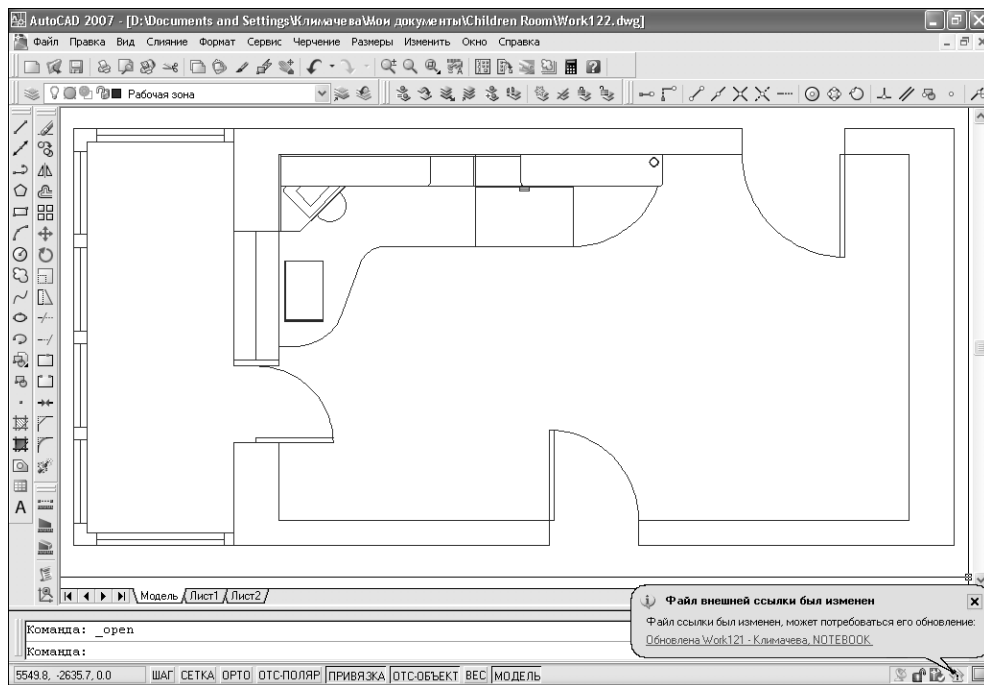

Рис. 12.13 ▼ Сообщение об обновлении файла внешней ссылки
18. В области уведомлений появится сообщение о том, что внешняя ссылка, имеющаяся в открытом чертеже, обновлена (рис. 12.13). Кроме того,
*Примечание.* Несмотря на то, что изменения, внесенные при редактировании внешней ссылки в главном чертеже, были сохранены в файле внешней ссылки (в этом нетрудно убедиться, открыв файл Work121.dwg), AutoCAD напомнит вам с помощью сообщения в области уведомления (см. рис. 12.13) о том, что файл внешней ссылки нужно обновить. Поэтому, строго говоря, в редактировании «на месте» нет особой необходимости и прибегать к нему нужно только в тех случаях, когда это действительно нужно. В подавляющем большинстве случаев все же проще (да и удобнее, учитывая недоступность ряда команд при редактировании внешней ссылки «на месте») применять редактирование файла внешней ссылки с последующим обновлением главного чертежа.